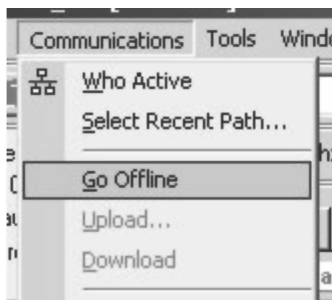

图 10-6 选择“脱机”(Go Offline)模式
12. 在“通信”(Communication)菜单中选择“脱机”(Go Offline)，如图 10-6 所示。